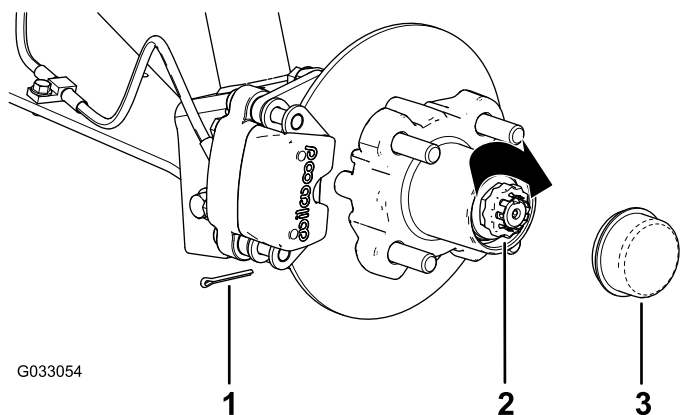

Figura 31
8. Montate il fermo sul dado e controllate l'allineamento della scanalatura sul fermo con il foro del mandrino per la coppiglia (Figura 31).
9. Montate la coppiglia e piegate ciascuna asticella attorno al fermo (Figura 31).
10. Montate il coperchietto antipolvere sul mozzo (Figura 31).